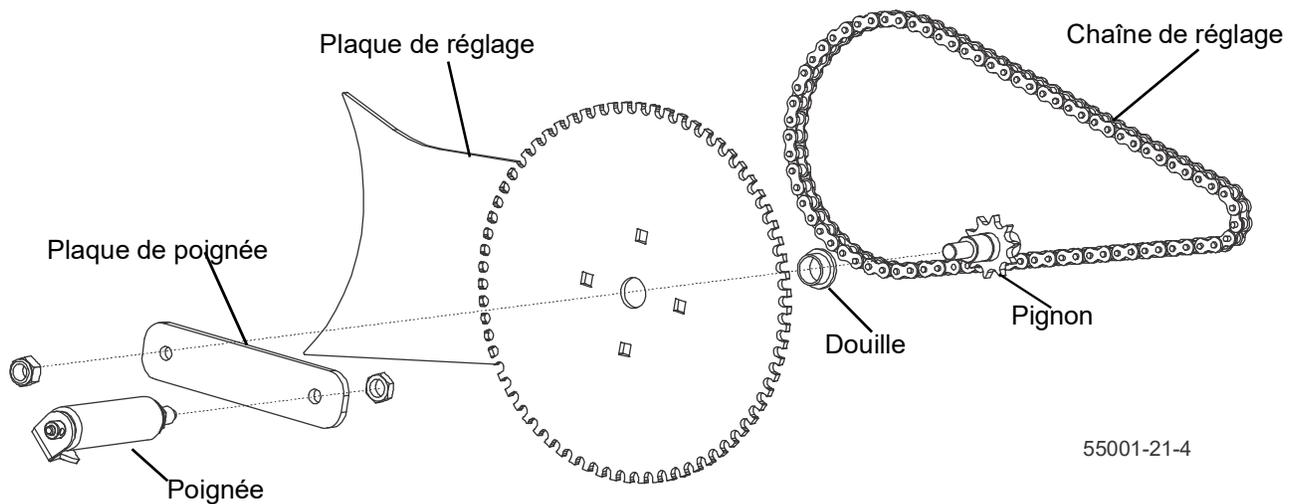

FIG. 3-30
1. Assemblez la poignée à la plaque de poignée (si elle n'est pas déjà assemblée). Voir Figure 3-30.